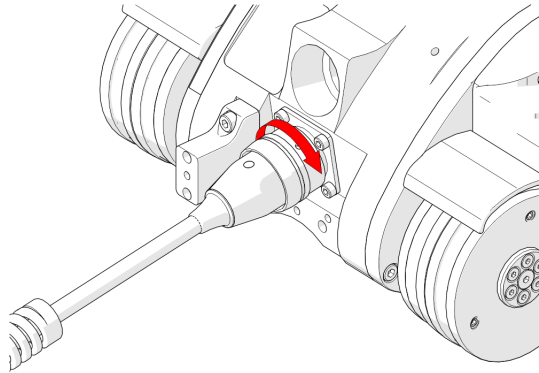

Abbildung 2-12 Ausrichten auf die Halterung für die Versorgungsleitung des Fahrwagens
2. Drehen Sie die Hülse der Versorgungsleitung im Uhrzeigersinn, um die Versorgungsleitung zu fixieren. (Siehe Abbildung 2-12 auf Seite 55).